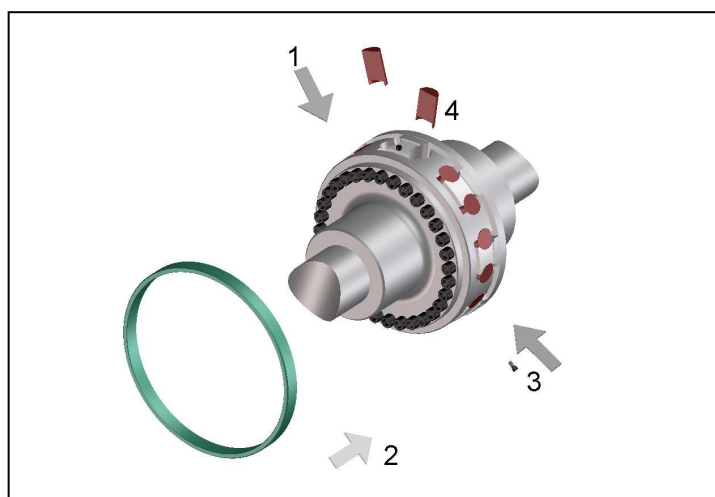

Bild 13
- Entfernen Sie zuerst die Halteschrauben (Bild 13, Pos. 3) und anschließend den Haltering (Bild 13, Pos. 2).
- Setzen Sie neue Puffer in der passenden Größe und aus dem richtigen Material mit der Aushöhlung nach innen ein (Bild 13, Pos. 4).